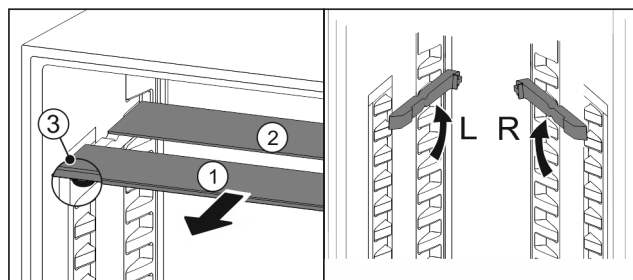

Fig. 94
- Dra ut Fig. 94 (1) glashyllorna framåt en i taget.
- Glashyllan Fig. 94 (1) med dekorlisten ligger längst fram.
- Stoppklackarna Fig. 94 (3) är vända nedåt.